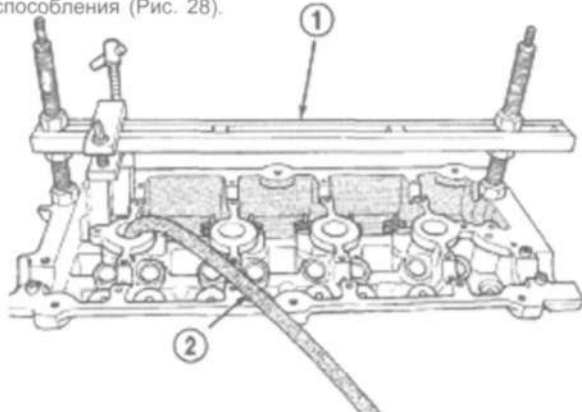
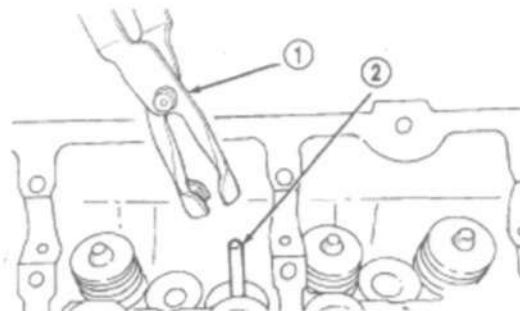

Рис. 26 Снятие/установка клапанных пружин
Рис. 28 Приспособление для установки уплотнений штока
- (1) Снять распределительные валы.
- (2) Провернуть коленвал так, чтобы поршень оказался в ВМТ такта сжатия.
- (3) При помощи воздушного шланга с адаптером, вставленным в свечное гнездо, подать воздух под давлением 90-120.
- (4) При помощи спец. приспособления MD-998772-A с адаптером 6779 (Рис. 26) сжать клапанные пружины и снять замки клапана.
- (5) Снять клапанную пружину(ы).
- (6) Снять уплотнение(я) штока клапана при помощи приспособления (Рис. 28).
- (1) Смазать штоки клапанов чистым моторным маслом и вставить в головку блока.
- (2) Установить новые уплотнения штоков на все клапаны при помощи приспособления для установки уплотнений (Рис. 28). Уплотнения необходимо плотно и ровно протолкнуть в клапанную втулку.